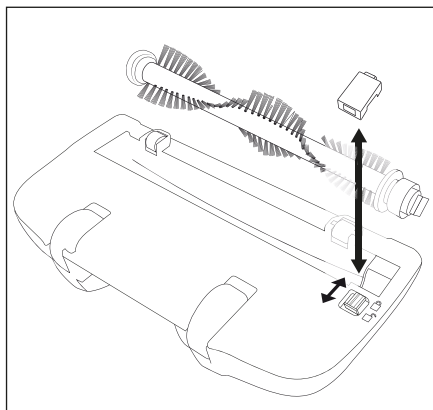

Fig. 5
- 2) Desplace el bloqueo de la placa de cobertura hacia el símbolo **🔒** y desmonte la placa de cobertura (fig. 5).
- 7) Vuelva a colocar la placa de cobertura hasta que quede bien fija. La placa de cobertura queda encastrada cuando el encastre se desliza automáticamente hacia el símbolo **🔓** (fig. 5).